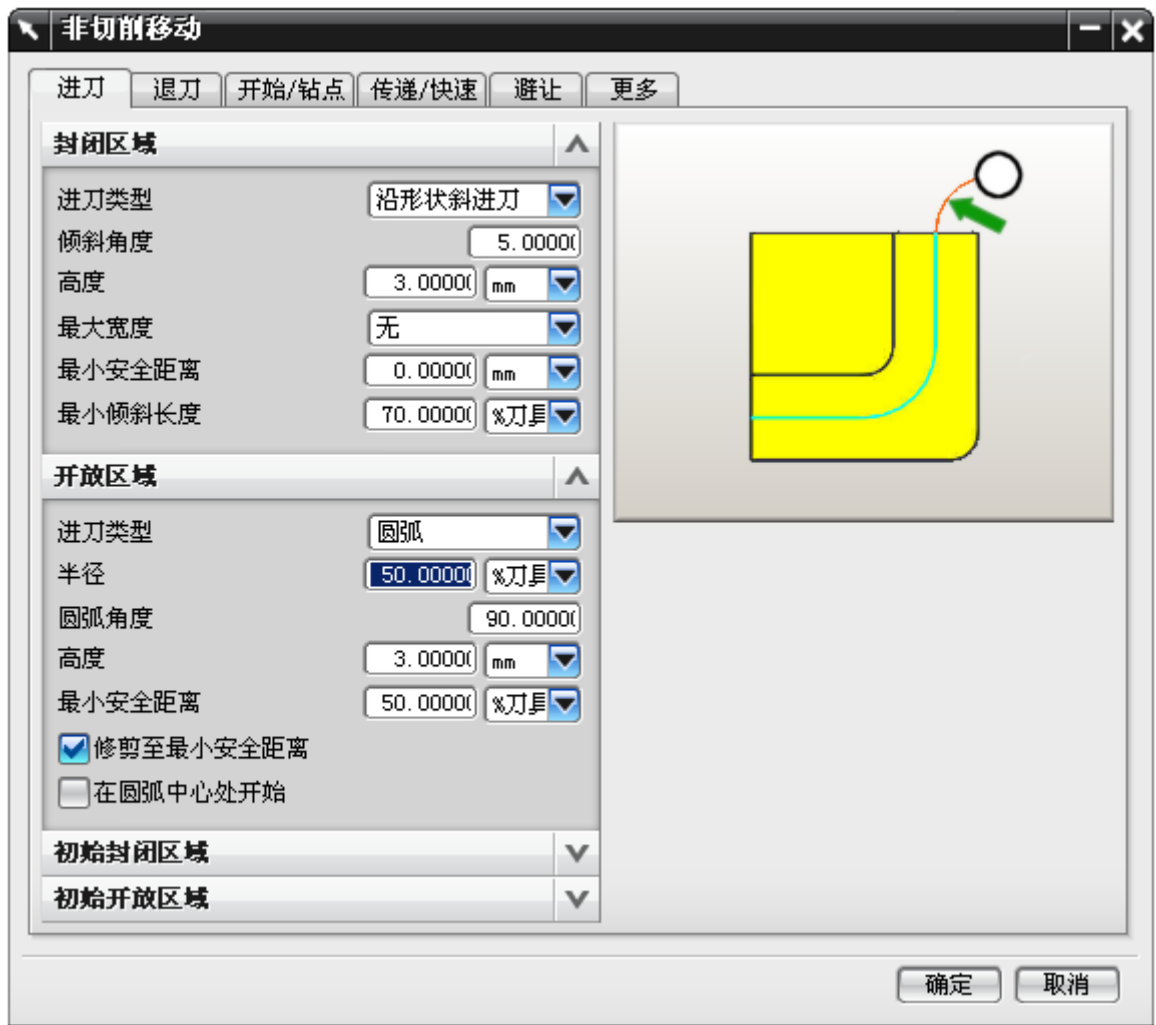

图 4-12
- 单击 ，设置如图 4-12 所示的非切削运动参数，单击 OK。